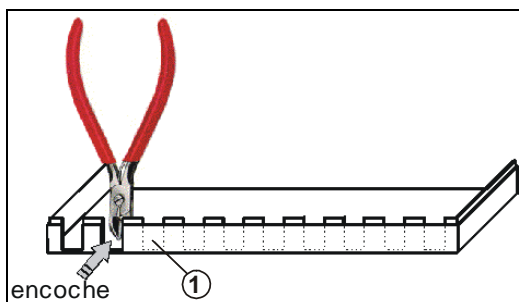

Fig 2: encoche
Evider d'abord les cavités prévues pour les entrées de câbles de secteur et les fils de connexion des sondes et de la pompe le long des perforations sur la paroi du boîtier. Vous remarquerez des rétrécissements aux endroits prévus à cet effet (figure 2, Pos ①). Faites deux ouvertures perpendiculaires dans la paroi du boîtier en plastique pour chaque entrée de câble à l'aide d'une pince à dénuder ou une pince électronique coupant de côté. L'écart entre le rebord inférieur de l'ouverture et la base du boîtier ne devrait pas dépasser 2 mm. Ensuite casser les languettes plastiques en les pliant et repliant plusieurs fois.